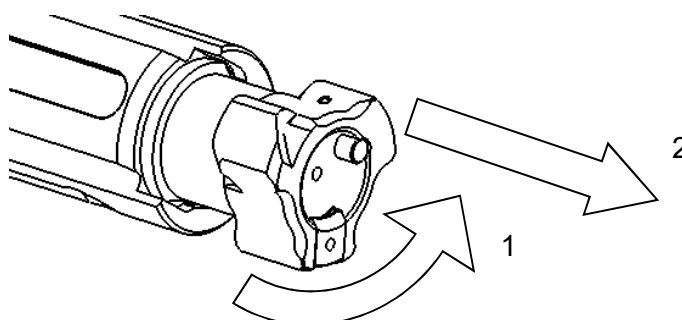

Bild 14
- Den Kopf in die angezeigte (1) Position drehen (Bild 14).
- Den Kopf in axiale Richtung entnehmen (2).